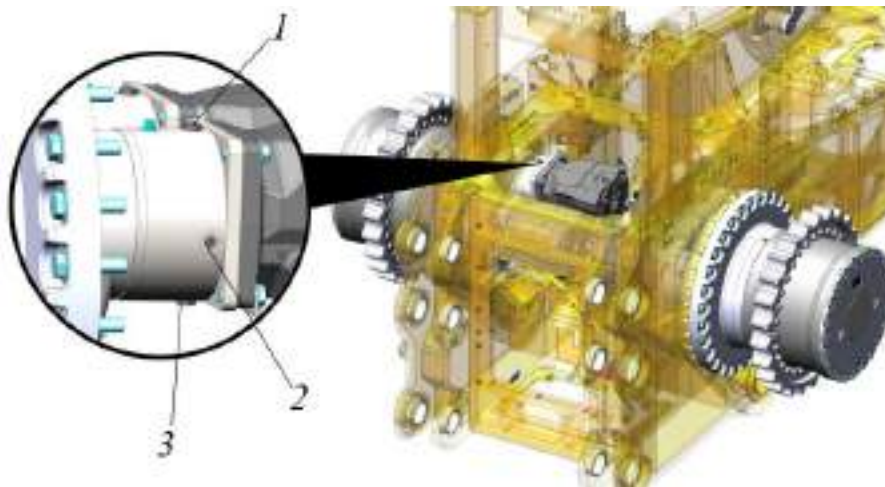

Рисунок 5.157. Слив масла с тормозного устройства
- Ослабить резьбовую пробку наливного отверстия 1, рис. 5.157, для сброса избыточного давления.
Дозаправку маслом производить через наливное отверстие пробки 1, рис. 5.157 (пп. **Замена масла в тормозном устройстве**). Наименование масла см. п. **5.2.1 Заправочные объемы смазочных материалов**.
- ▶ Очистить поверхность тормозного устройства в местах расположения пробок для контроля, слива и заправки масла 1, 2 и 3 от загрязнений, рис. 5.157.
- ▶ Ослабить (не выкручивать полностью) пробку наливного отверстия 1, рис. 5.157 для сброса избыточного давления.
- ▶ Выкрутить резьбовую пробку для слива масла 3. Для ускорения процесса слива масла выкрутить контрольную 2 или заливную 1 пробки, см. рис. 5.157.
- ▶ Через отверстие 1 заправить тормозное устройство маслом. Заправку производить до момента, пока из контрольного отверстия 2 не начнет вытекать масло наружу, см. рис. 5.157. Объем и наименование заправляемого масла см. п. **5.2.1 Заправочные объемы смазочных материалов**.